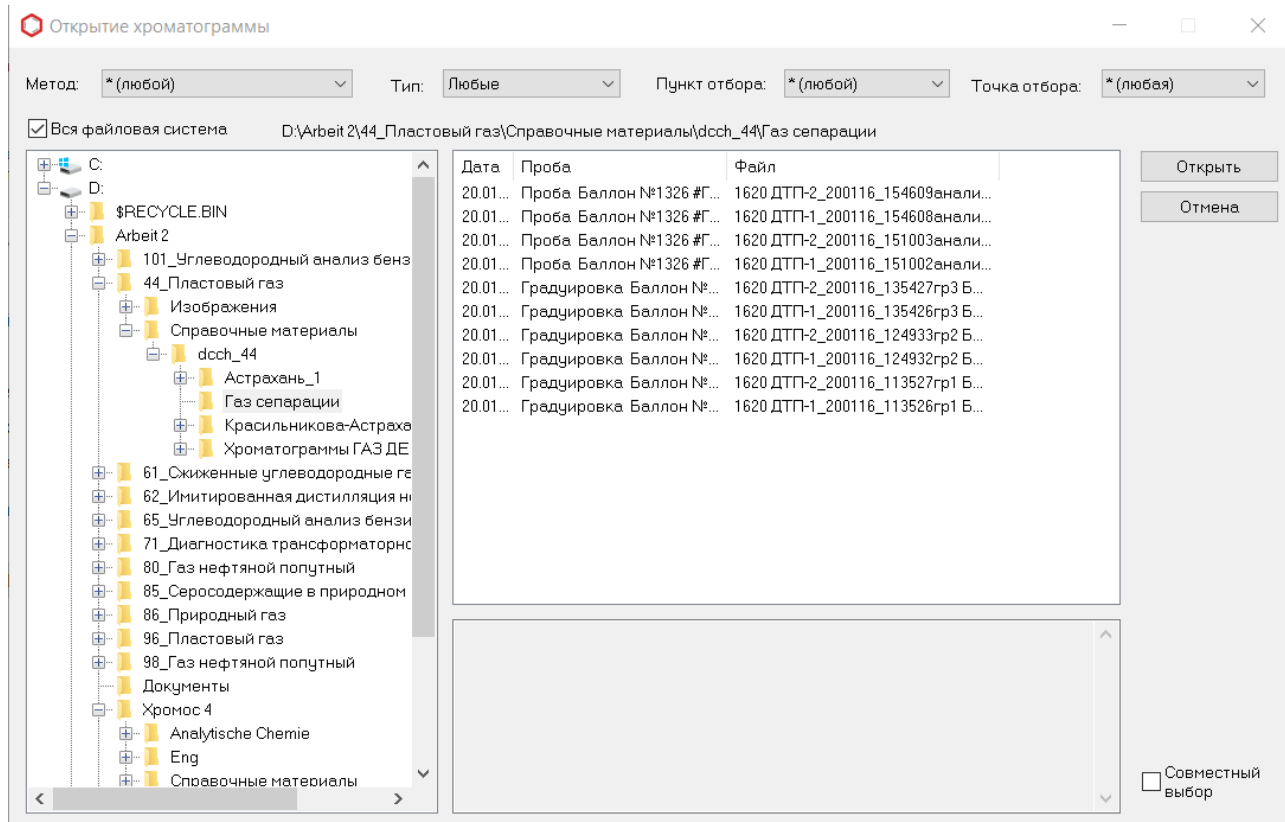

Рис. 5. Окно «Открытие хроматограммы»
1. Нажмите **Добавить**. Откроется окно *Открытие хроматограммы* (Рис. 5).